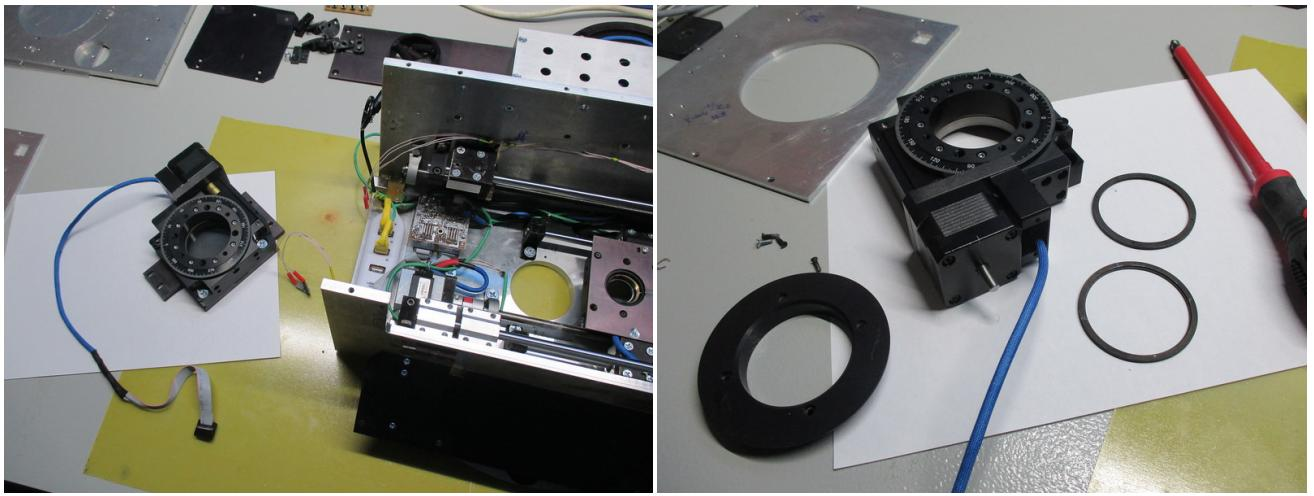

Рис. 18: Отсоединение платформы анализатора поляризации.
**7.** Отключить от контроллера анализатора поляризации шлейфы двигателей ротатора и линейного транслятора. Раскрутить винты, крепящие платформу анализатора поляризации к линейному транслятору (рис. 18 слева). Отделить ротатор анализатора поляризации от платформы. На задней стороне ротатора раскрутить винты, удерживающие накладку поляроида. Извлечь поляроид.